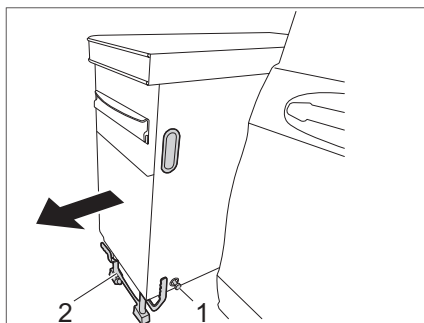

Fig. 30 Apertura della gamba
- Tirare la leva (Fig. 30,1) dell'arresto della gamba verso l'esterno. I supporti (Fig. 30,2) si aprono verso il basso.
▷ Assicurarsi che i supporti (Fig. 30,2) siano ben inseriti.
- Estrarre il blocco cucina verso l'esterno e appoggiarlo sui supporti (Fig. 30).